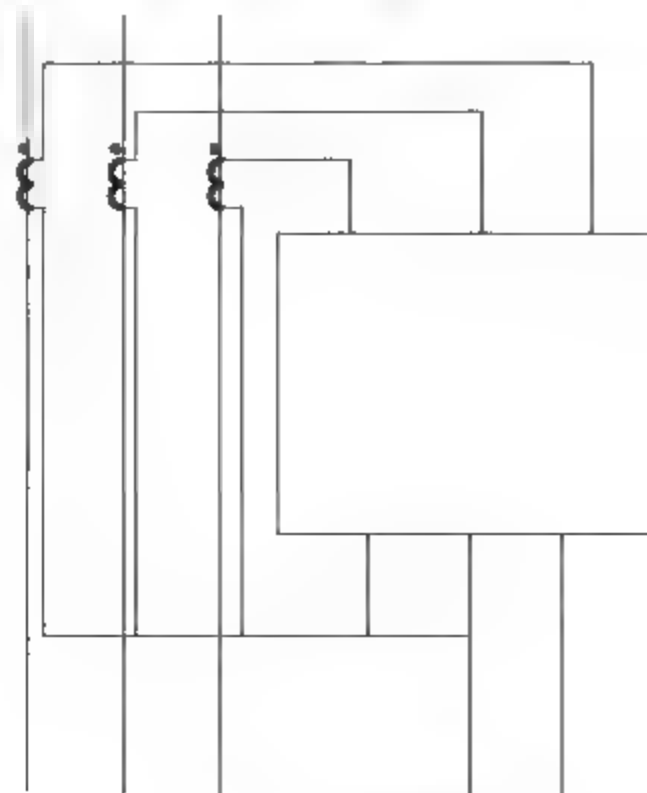

图10-21 修剪线路
**08** 调用L【直线】命令，绘制线路连接变压器；调用TR【修剪】命令，修剪线路，操作结果如图10-21所示。